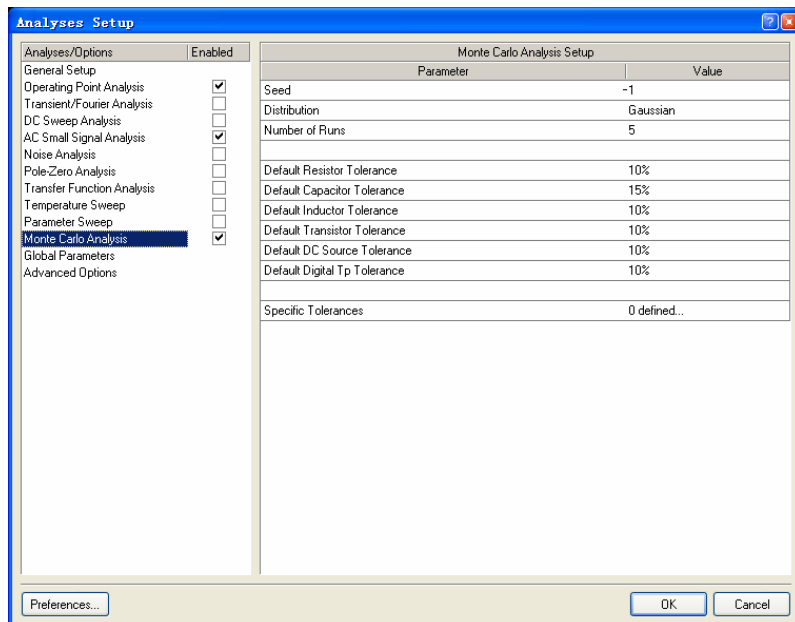

图 6.30 “Monte Carlo Analysis” 设置界面
- (1) 启动 Altium Designer 6, 打开 8.1 节创建的原理图文件 “Sim1.SchDoc”。
- (2) 选择主菜单栏中的 “Design” -> “Simulate” -> “Mixed Sim” 命令, 打开 “Analyses Setup” 对话框。
- (3) 选择仿真的电路节点 “OUTPUT” 作为仿真节点。
- (4) 勾选 “Analyses/Options” 列表中的 “AC Small Signal Analysis” 项, 设置交流小信号分析的起始频率 “Start Frequency” 为 “100”, 终了频率 “Stop Frequency” 为 “10k”, 扫描方式 “Sweep Type” 为 “Decade”, 测试点数为 “100”。
- (5) 勾选 “Analyses/Options” 列表中的 “Monte Carlo Analysis” 项, 在 “Analyses Setup” 对话框中打开如图 6.30 所示的 “Monte Carlo Analysis” 设置界面。